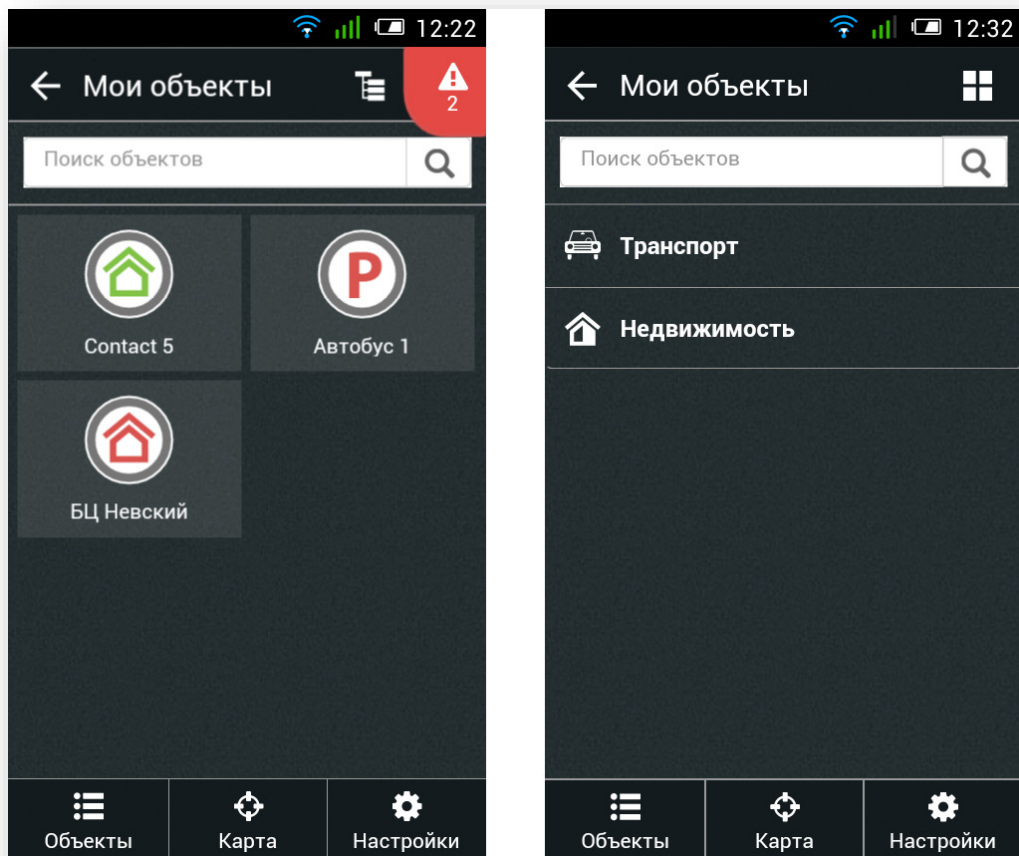

Рисунок 196. Выбор объекта/типа объекта
- Нажмите кнопку «Объекты» и выберите необходимый объект. Для перехода к дереву объектов нажмите кнопку  (см. рис. 196).